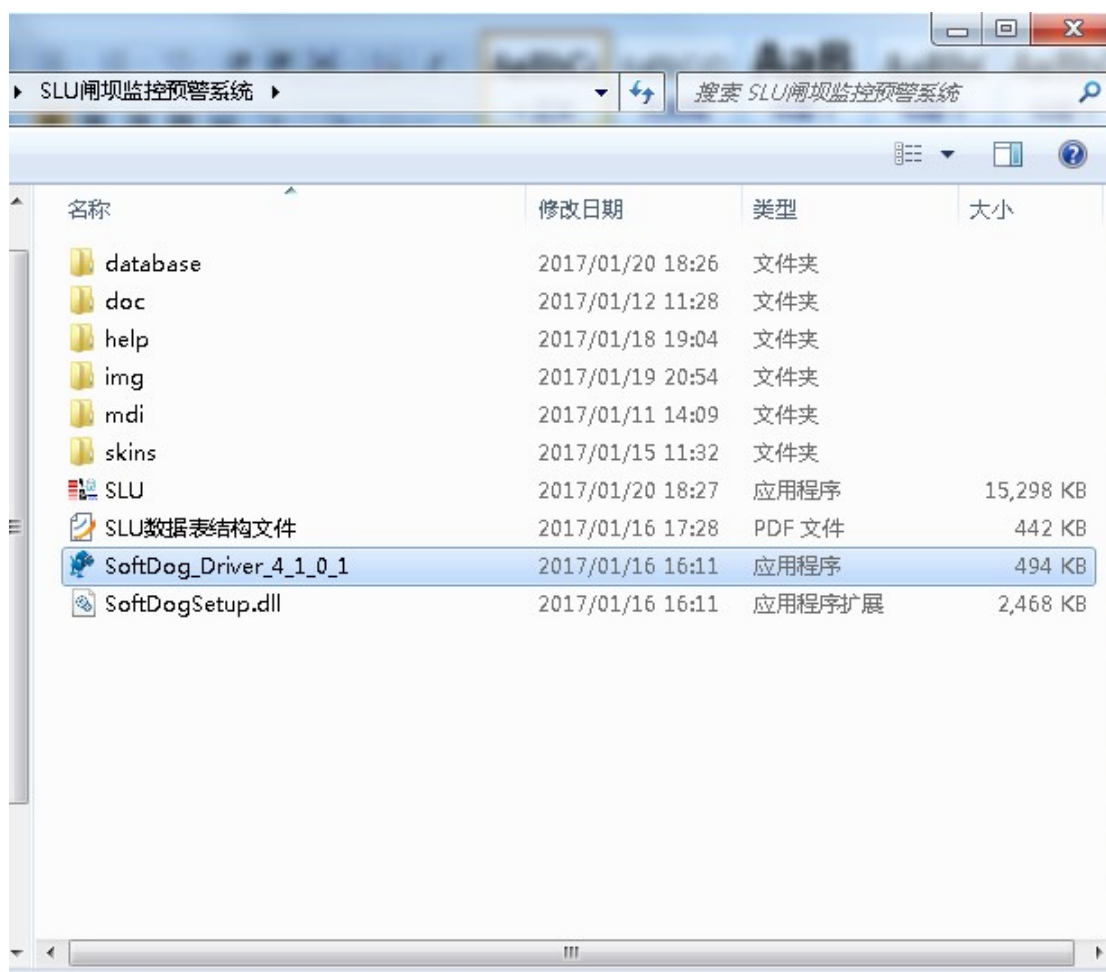

图 2.1 加密狗驱动文件
1、加密狗的驱动文件,为安装文件“SLU 闸坝监控预警系统”文件夹下的应用程序“SoftDog\_Driver\_4\_1\_0\_1”（如图 2.1 所示）。